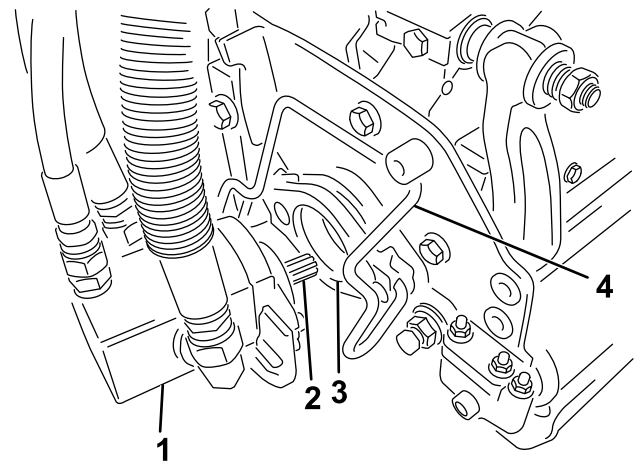

Figura 34
- 5. Spalmate del grasso pulito sull'albero scanalato del motore dell'apparato di taglio (Figura 34).
- 6. Inserite il motore nel lato sinistro dell'apparato di taglio (come mostrato dalla posizione dell'operatore) e tirate la barra di fissaggio del motore sull'apparato di taglio verso il motore stesso fino a udire chiaramente uno scatto da ambo i lati del motore (Figura 34).